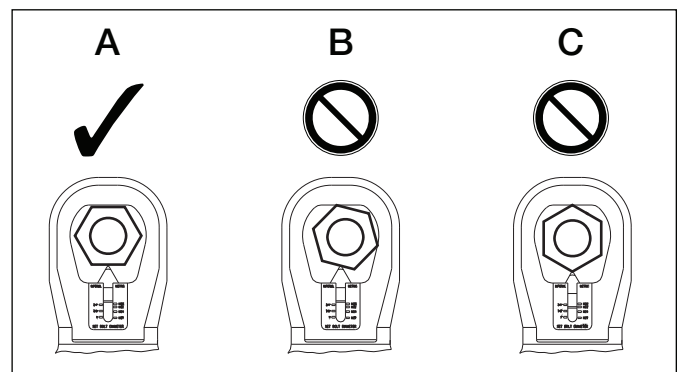

Figure 8, Positionnement de la tête de coupe
6. Disposer la tête de coupe sur l'écrou, en s'assurant que la surface plane de la lame repose contre l'un des pans de l'écrou. Centrer l'écrou à l'intérieur de la tête de manière à ce que la lame coupe le centre du plat de l'écrou. Voir Figure 8, Vue A.